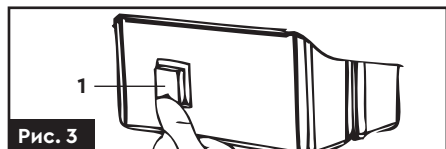

Рис. 3
2. Встановіть клавішу «Ввімкнення/Вимкнення» (1) у положення «О» (рис. 3).
- Встановіть клавішу «Ввімкнення/Вимкнення» (1) у положення «I» (рис. 3). Вентилятор після цього відразу ж почне працювати.